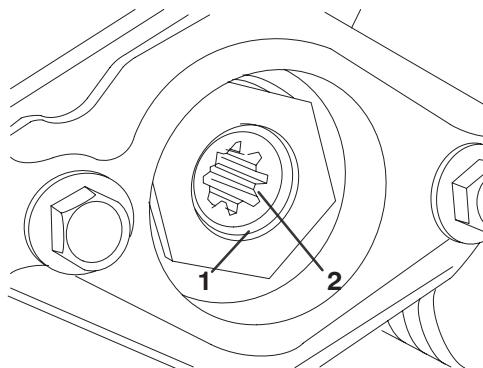

Figure 15
D. Retirez le jonc d'arrêt de fixation du coupleur d' entraînement dans le tube du cylindre (Fig. 15). Déposez le coupleur d' entraînement.